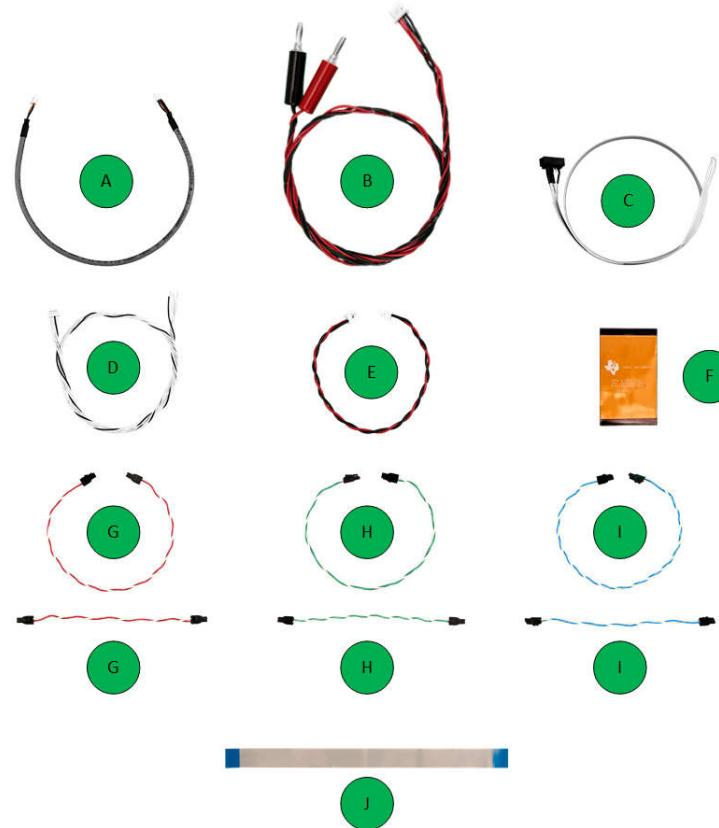

图 2-5. DLP4620SQ1EVM 电缆
A. 电缆编号如图 2-5 所示，并在表 2-6 中列出。
DLP4620SQ1EVM 套件包含表 2-6 中列出和图 2-5 中显示的电缆和 Cheetah USB 转 SPI 适配器。
DLP4621Q1EVM 套件包含表 2-10 中列出和图 2-5 中显示的电缆和 Cheetah USB 转 SPI 适配器。